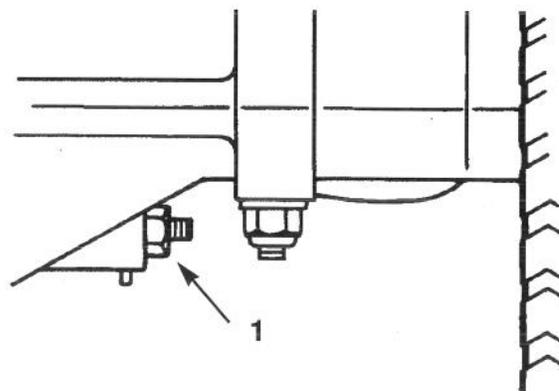

Figure 25
Le frein est situé à droite de l'essieu arrière, à l'intérieur du pneu arrière (Fig. 25). Si le frein ne suffit pas à immobiliser la machine ou si la puissance d'arrêt est insuffisante, un réglage est nécessaire.
2. Pour augmenter la résistance de freinage, visser l'écrou de réglage du frein (Fig. 25) d' $\frac{1}{8}$ de tour dans le sens des aiguilles d'une montre; puis vérifier à nouveau le frein. Poursuivre le processus de réglage et de contrôle jusqu'à ce que le frein soit parfaitement réglé.